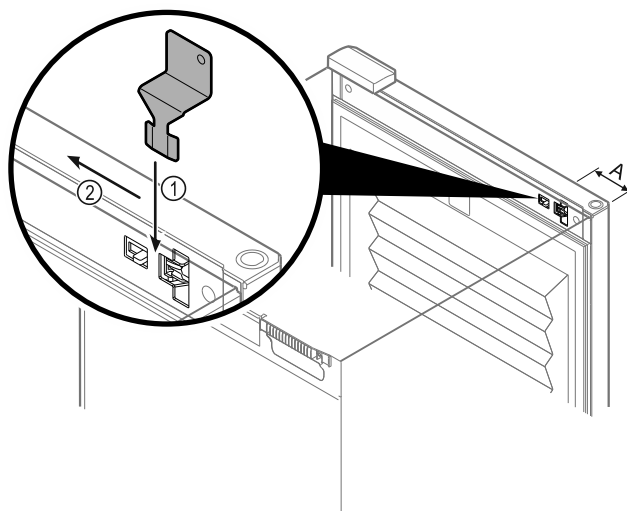

Fig. 94
- Notentriegelungsschlüssel an vorgegebener Stelle positionieren Fig. 94 (A) ≈ 100 mm.
- Notentriegelungsschlüssel Fig. 94 (1) zwischen Tür und Gerätekörper von oben bis zum Anschlag einstecken.
- Notentriegelungsschlüssel in Richtung Scharnier ziehen. Fig. 94 (2)